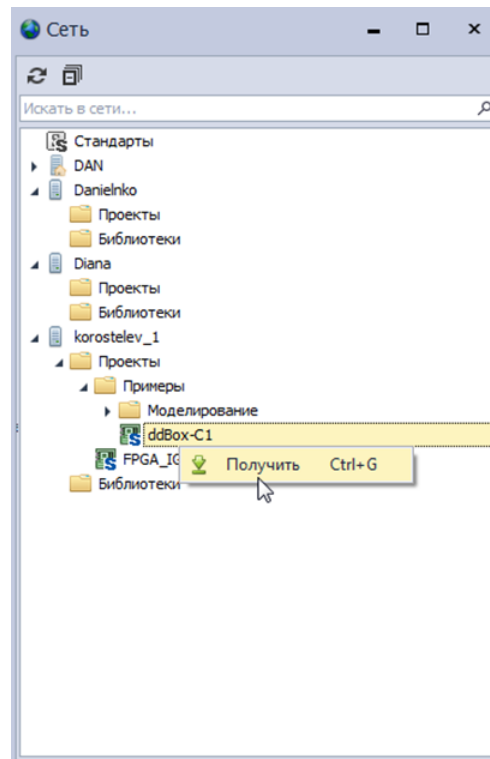

Рис. 25 Выбор объекта для получения
1. Выбрать место расположения проекта (библиотеки) в дереве, см. Рис. 25.